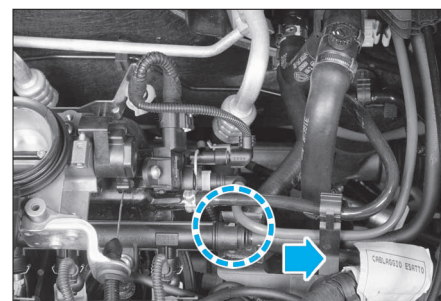

FIG. 20
- Débrancher le raccord d'alimentation en carburant de la rampe (Fig.20).